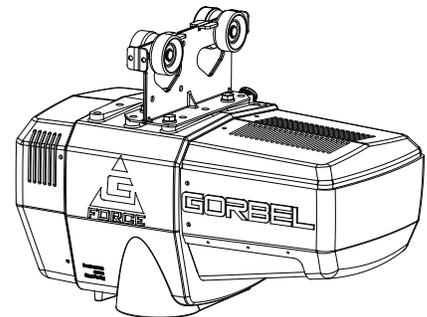

Fig. 3A. Gruppo azionatore Standard.
- 3.1 Il modello standard G-Force® arriverà con le ruote pre-assemblate alla carrucola (**fig. 3A**).